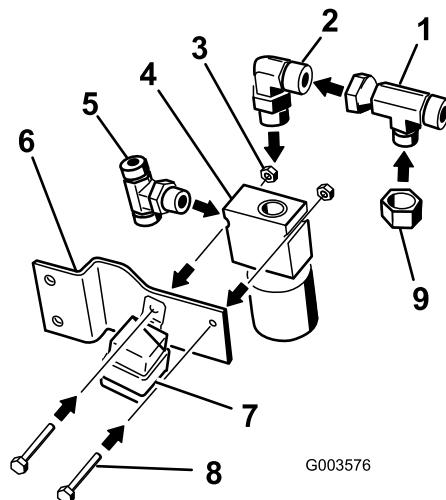

Figure 11
1. Montez les raccords aux angles indiqués sur les figures. Montez le raccord en T sur le côté de la vanne. Reportez-vous à la Figure 11 pour le raccord en T correct.
2. Montez un petit raccord coudé à 90° en haut de la vanne (Figure 11).
3. Montez l'adaptateur en T sur le raccord coudé à 90°. Reportez-vous à la Figure 11 pour le raccord en T correct.
4. Placez le capuchon sur l'adaptateur en T (Figure 11).
6. Montez la vanne sur son support avec 2 boulons (1/4 x 1-3/4 po) et 2 écrous (1/4 po) (Figure 11).